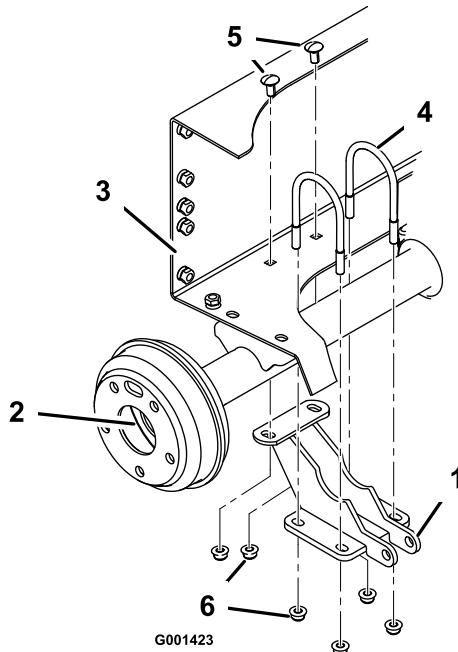

Figura 5
- Monte sem apertar o suporte do cilindro de elevação na extremidade direita do eixo traseiro com 2 parafusos em U e 4 porcas flangeadas (3/8 polegada) ao alinhar os furos de montagem com os furos no tabuleiro da bateria (Figura 5).
- Prenda o suporte do cilindro de elevação à estrutura traseira com 2 parafusos de carroçaria (3/8 x 3/4 polegada) e 2 porcas flangeadas (3/8 polegada). Aperte as 4 porcas flangeadas nas cavilhas em U de forma igual para se certificar de que o suporte está alinhado com o eixo. Aperte as duas porcas que prendem a traseira do suporte à estrutura traseira (Figura 5).